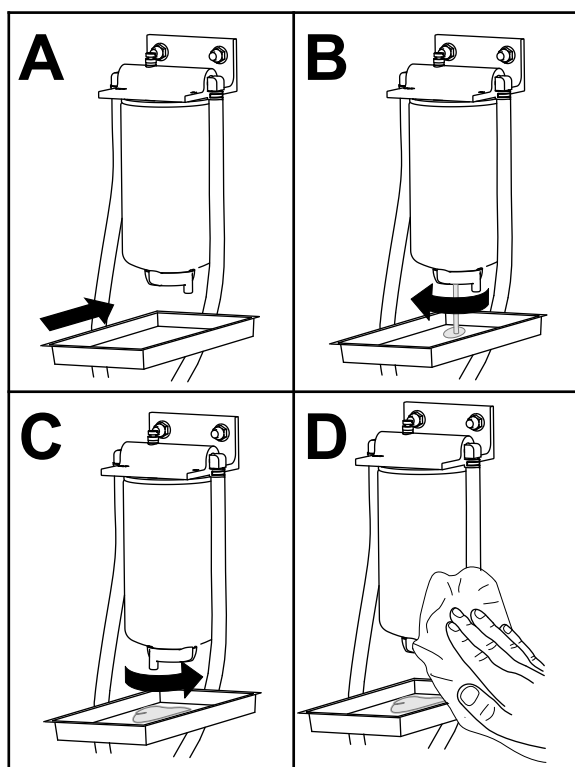

Figura 119
1. Scurgeți apa din separatorul de apă/combustibil în modul indicat în Figura 119.